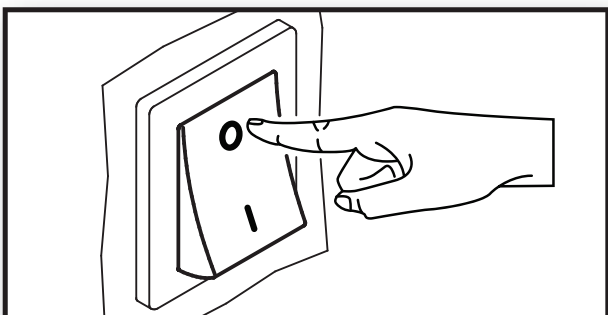

Fig. 25
▶ 9.3.Duceți întrerupătorul "O/I" în poziție "O" (Fig. 25).